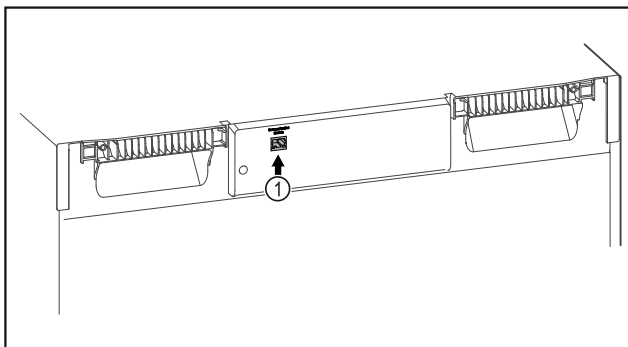

Fig. 95
- A SmartModule Fig. 95 (1) be van helyezve.